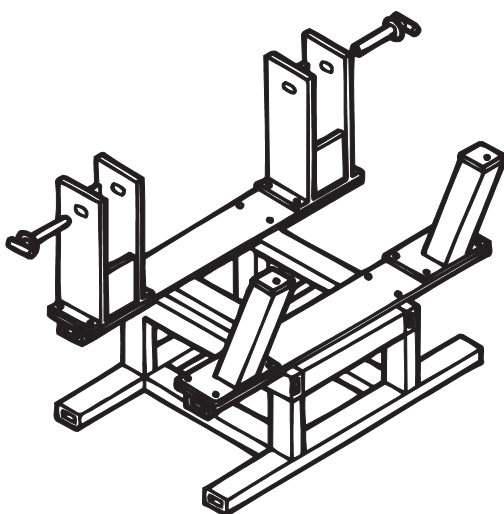

Figura 8: Herramental para colocación de eje HT, configuración de suspensión **desensamblada**
Figura 4 en pág. 9, Figura 8 en pág. 10 o Figura 33 en pág. 23. Se recomienda el uso de herramentales, contacte a su representante de ventas o consulte **CONTACTE A HENDRICKSON** en pág. 5 para información.
1. **Configure** el Herramental para colocación de eje HT (Figura 8) con los soportes de viga y conexión pivote adecuados para que la suspensión sea ensamblada. Ajuste para obtener el espaciado de centro de viga deseado.